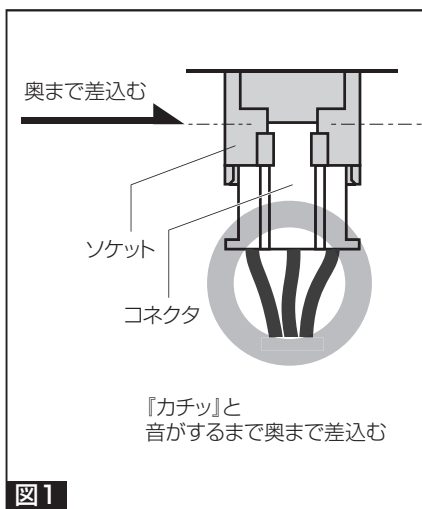
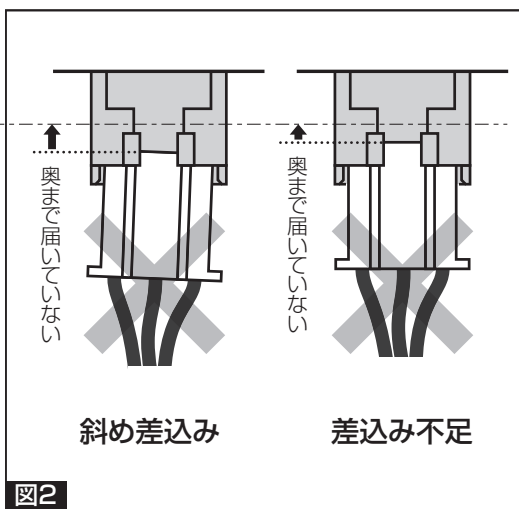

図1
図2
- コネクタを図1のように、しっかりと奥まで差込む 図2のように、奥まで差込まれていないと、作動しない場合があります。